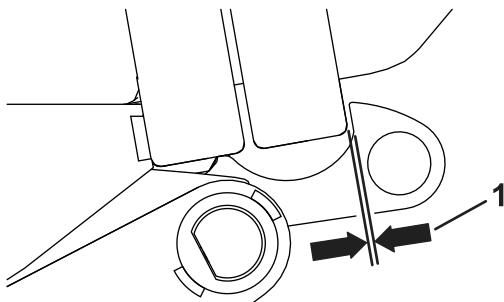

Рисунок 5
4. Проверьте зазор между крюком и закрытой дверцей бункера. Убедитесь в том, что зазор составляет 2 мм, и при необходимости отрегулируйте его (Рисунок 5).